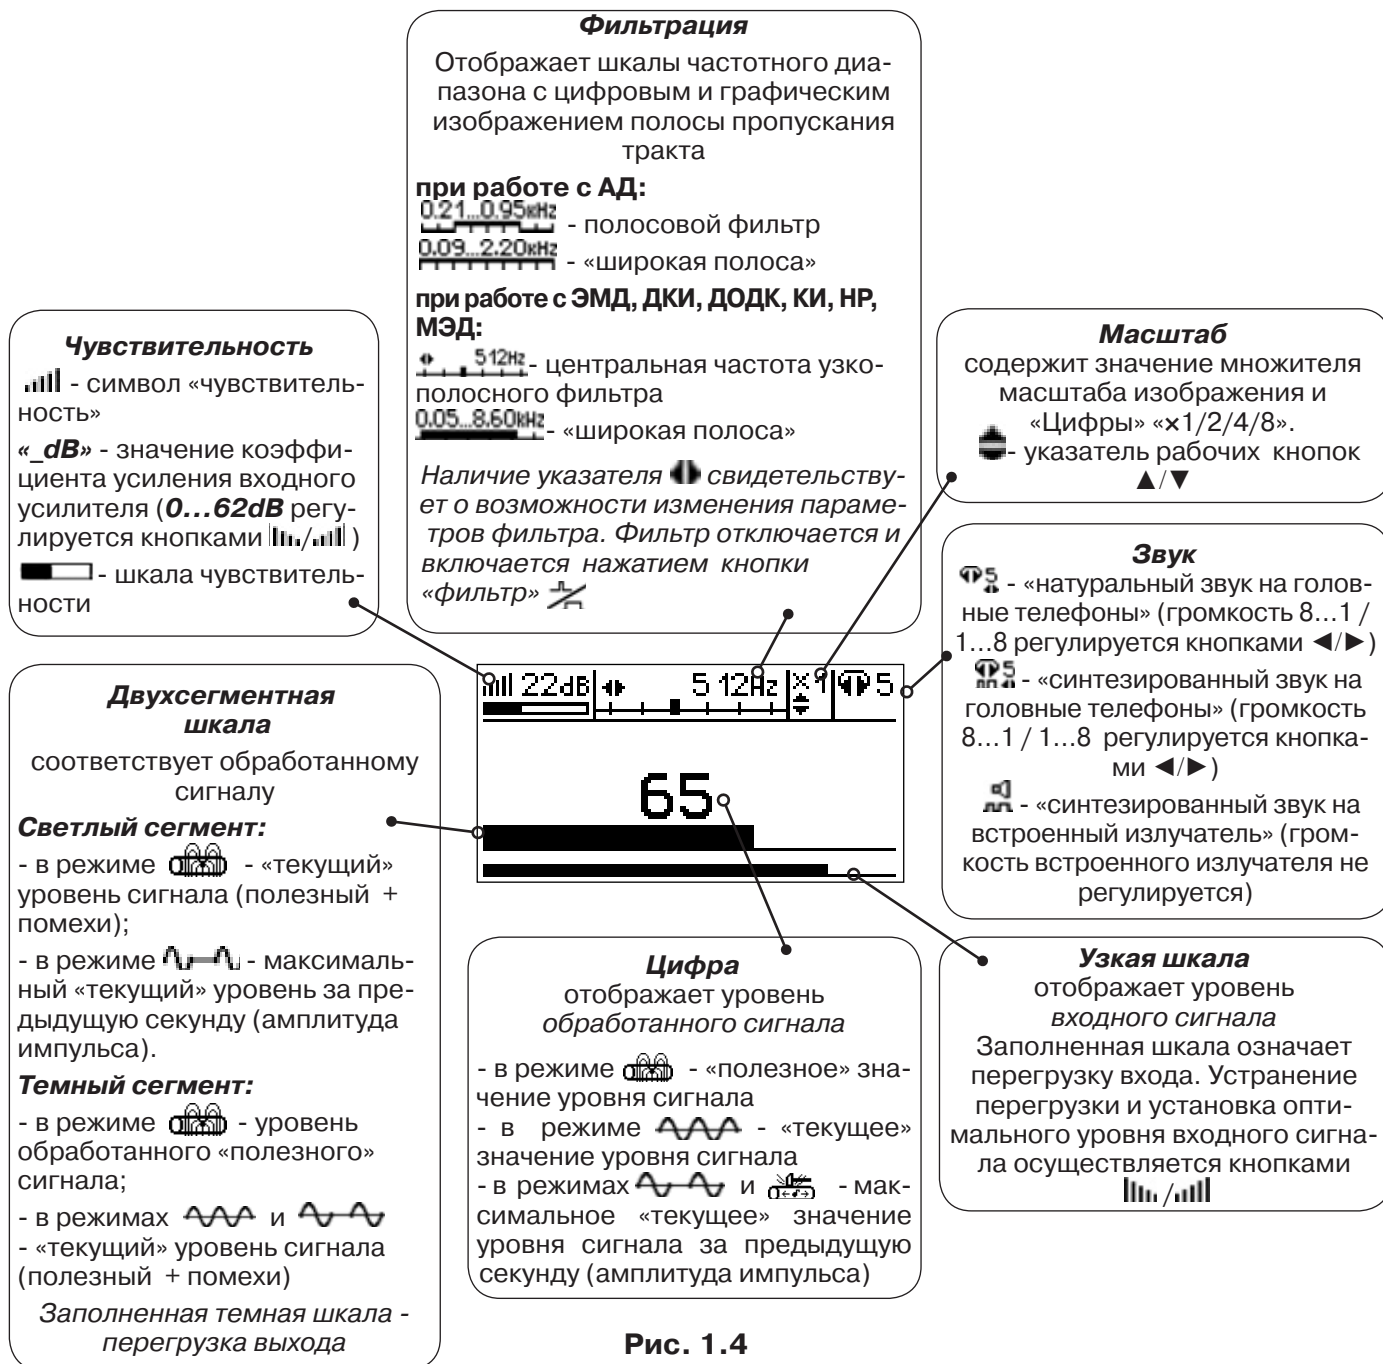

Рис. 1.4
При запуске режима измерений (кроме «двухчастотного») первым появляется окно «Шкала» рис.1.4.
**Двухсегментная шкала** соответствует обработанному сигналу (аналогично рис. 1.4)